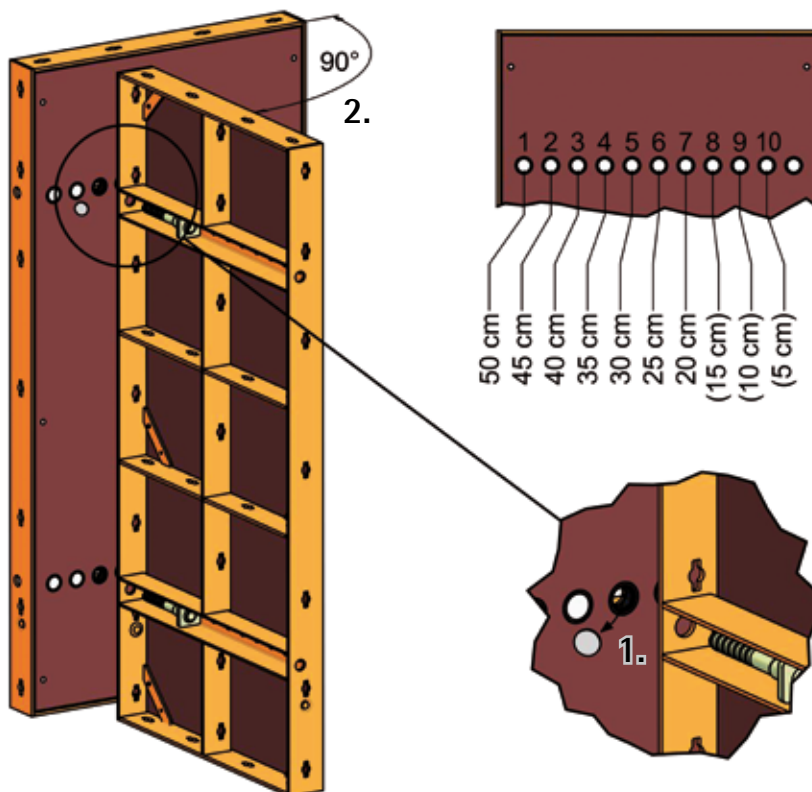

fig. 5
2. Présenter les panneaux perpendiculairement selon la figure 5.